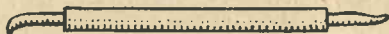

Fig. 11.
15. - *Il pressatoio.* Illustrato in fig. 11, serve soprattutto quando è necessario un forte attrito, che permetta di sollevare e stirare contemporaneamente la superficie del cuoio. L'operazione viene compiuta esercitando la pressione dal rovescio del pezzo, come illustrato nelle figure 15 e 16.